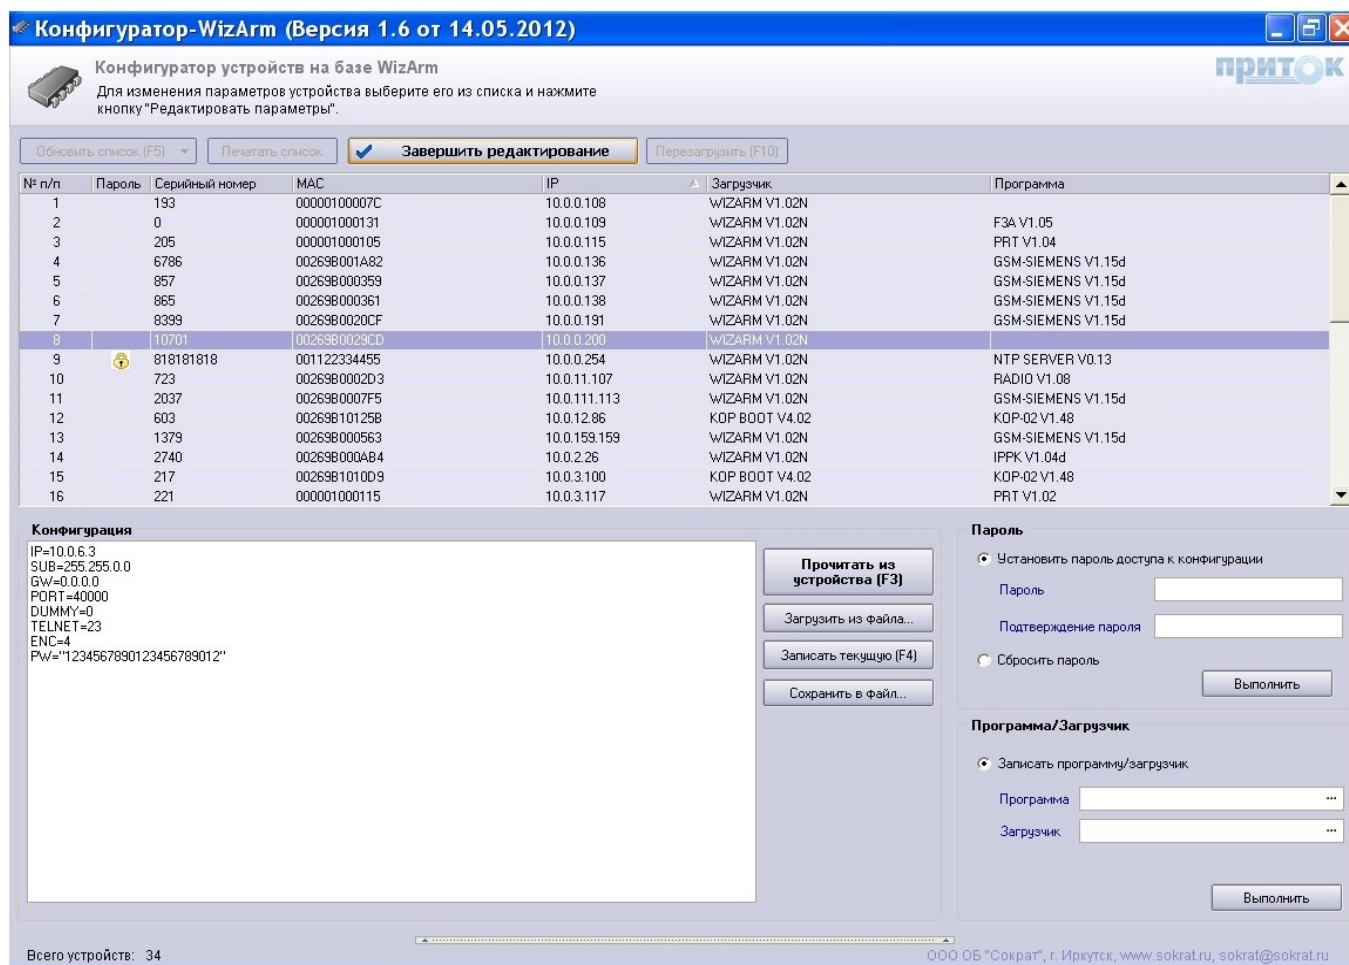

Рисунок 8. Окно редактирования конфигурации ретранслятора
- В появившемся окне (см. рис. 8) в списке найдите устройство с IP-адресом 10.0.0.200 и выделите соответствующую строку курсором.